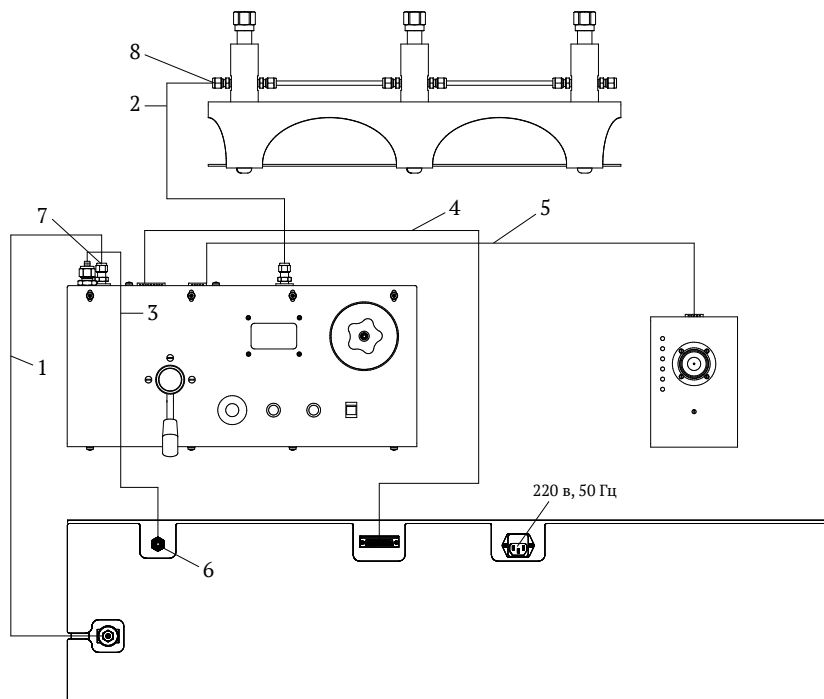

Рис. 7. Схема соединения блоков ГСКА:
6.2 Установите систему на рабочем месте и соедините согласно *Рис. 7*.
6.3 Снимите вентиль сброса давления и крышку стакана на блоке управления, залейте рабочую жидкость в стакан. Отсоедините *пластиковую трубку 3* (Рис. 7) от силового блока в *соединении 6*, заглушив ее пальцем. По-немного стравливая воздух пальцем заполните трубку рабочей жидкостью, что-бы осталось незаполненным 10...15 см трубки, быстрым движением соедините трубку с силовым блоком и подтяните соединительную гайку ключом (небольшим усилием, чтобы не раздавить трубку).
- разъедините полностью *соединение 8 (Рис. 7)*, подставьте под конец трубки низкую емкость и прокачайте систему в режиме предварительного создания давления до прекращения поступления из трубки загрязненной рабочей жидкости, контролируя при этом уровень жидкости в бачке;